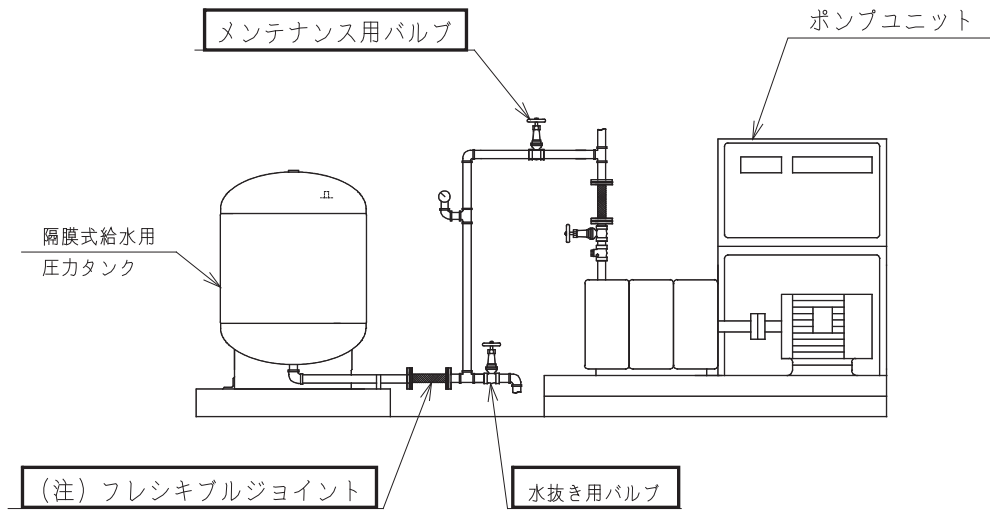
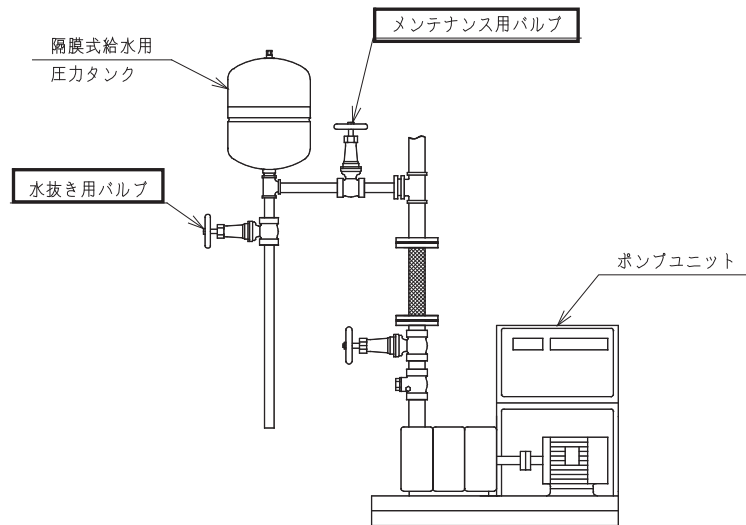

図6-3 施工例 (WX - 39V・201・202)
図6-4 施工例 (WR - 71、WX - 102・103)
- ① システム接続口への配管には、「メンテナンス用バルブ」「水抜き用バルブ」およびフレキシブルジョイントまたはフランジ（図 6-3 参照）を設けてください。なお、WR-71、WX-102・103 については、フレキシブルジョイントおよびフランジ（図 6-4 参照）の取付けは不要です。
（本書第6章「据付け・配管施工時のお願い」図6-3、図6-4参照）